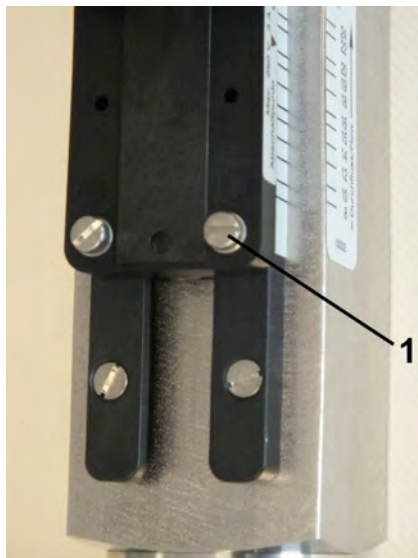

Abb. 33: Feststellschrauben lösen
1. Die Feststellschrauben des Schaltkontaktes (Abb. 33/1) mit einem Schlitzschraubendreher lösen.
3. Feststellschrauben des Schaltkontaktes (Abb. 33/1) mit einem Schlitzschraubendreher wieder anziehen. Dabei Schrauben-Anziehdrehmoment beachten.